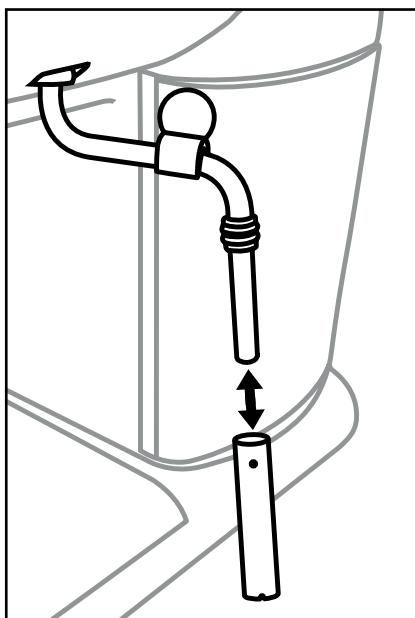

Figure 1
- 1) Tenez un récipient vide sous le mousseur à lait ⑥.
- 2) Directement après utilisation, tournez le régulateur de vapeur ② sur «  » et laissez s'échapper la vapeur pendant quelques secondes.
- 3) Fermez le régulateur de vapeur ② (tourner vers « 0 » jusqu'en butée), éteignez l'appareil et débranchez la fiche secteur.
- 5) Retirez la gaine du mousseur à lait ⑥ (figure 1) et la nettoyer soigneusement à l'eau chaude.
- 7) Glissez à nouveau la gaine sur la buse (figure 1).